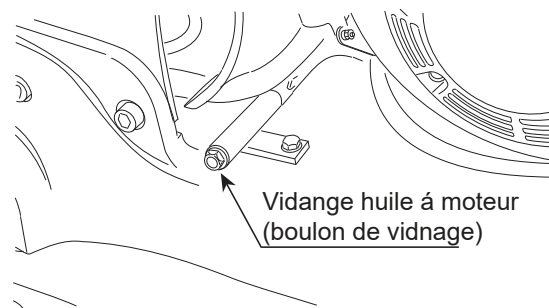

Figure 28. Vidanger l'huile à moteur
1. Retirer le boulon de vidange d'huile (figure 28) ainsi que le joint d'étanchéité et laisser l'huile couler dans un contenant convenable.